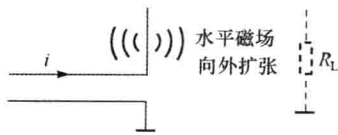

图 1-1-1 题 1-1-4 解
4. 图 1-1-1 为直导线通过交流电流所产生的电磁现象。在图 1-1-1 中，导线上若加一高频交流电流，则会产生什么现象？试举一应用实例。
这一现象就是无线电发射机发射天线作电磁辐射的基本原理，可以证明电磁波中的电场与磁场永远是相互依存且成正交关系（相互垂直）。天线所辐射的能量为广大接收机所接收，故接收机就是图 1-1-1 电路的负载（分布式的负载）。